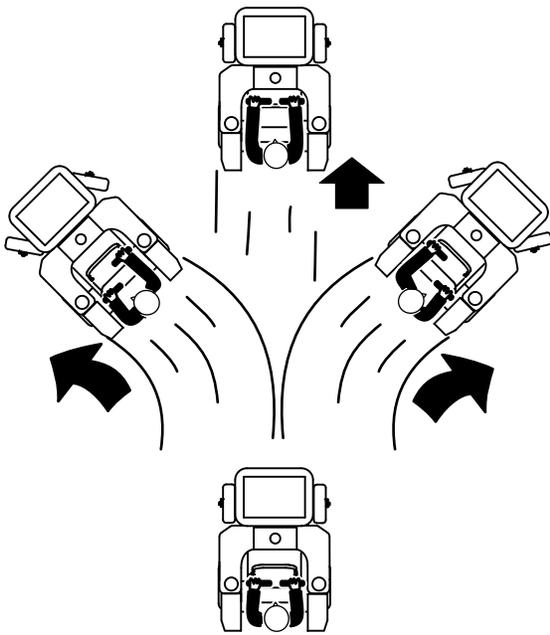

Figura 18
- Empuje lentamente las palancas de control de movimiento hacia adelante (Figura 18).